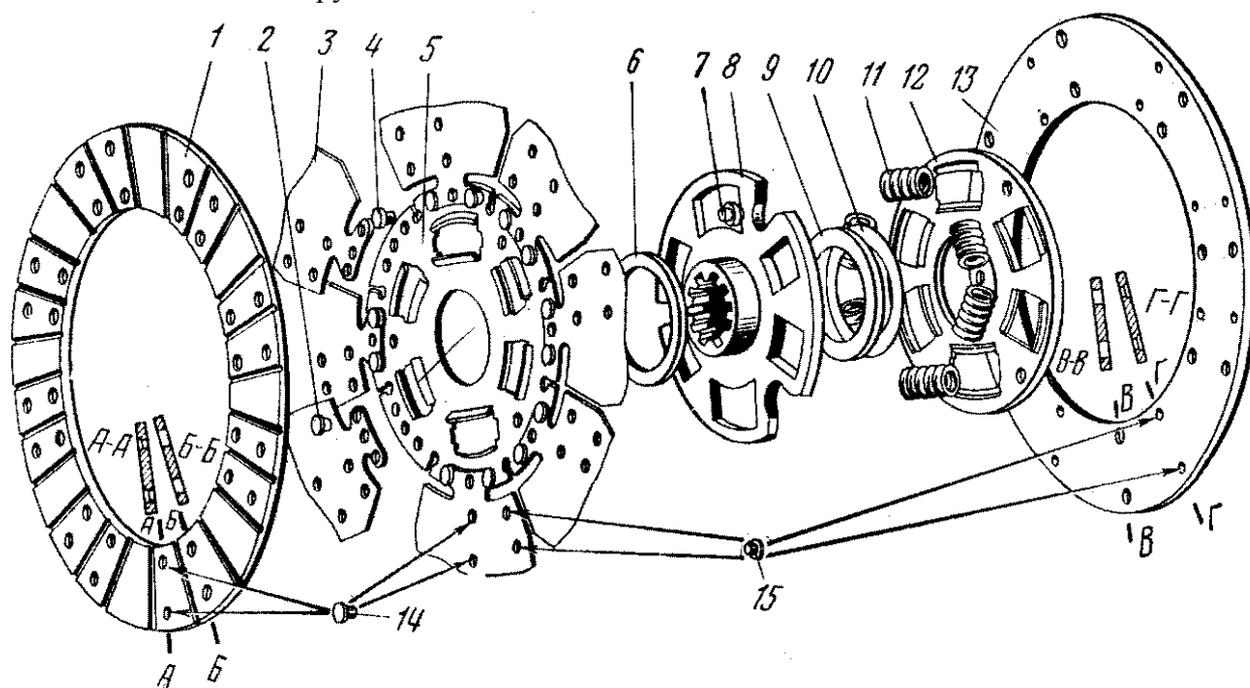

Рис. 79. Детали ведомого диска:
**Ведомый диск** (рис. 79) состоит из ступицы 8, дисков 12 и 5 с приклепанными к нему восьмью пластинчатыми пружинами 3 и двух фрикционных накладок 1 и 13, приклепанных к пластинчатым пружинам.